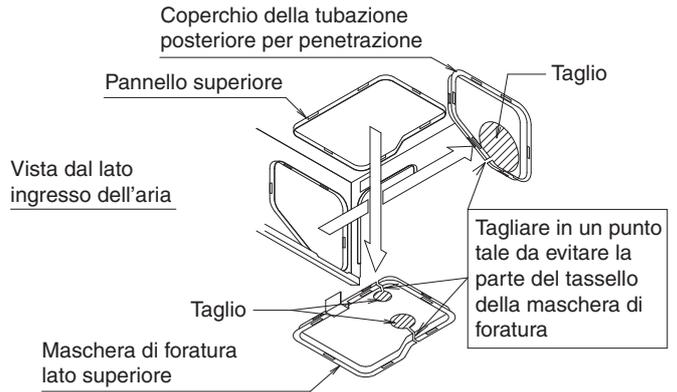
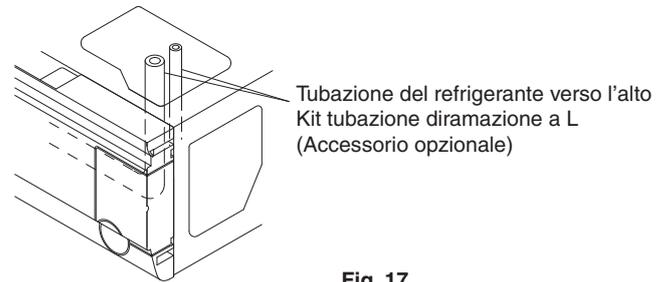
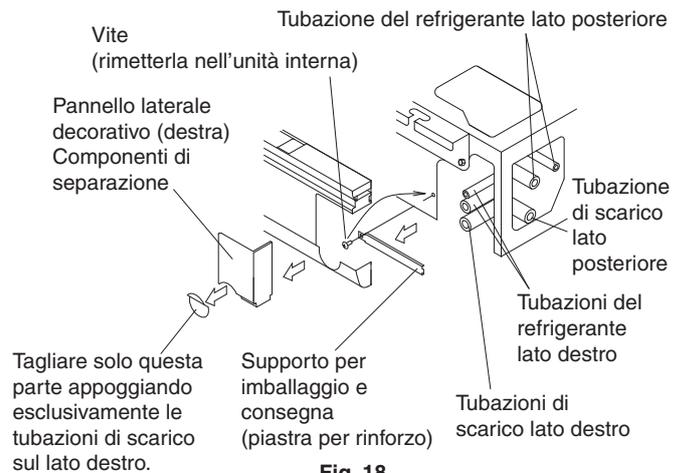
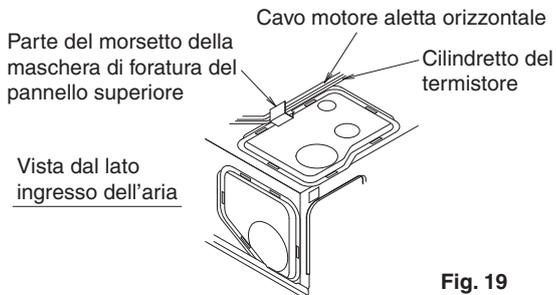

Fig. 16
Fig. 17
Fig. 18
Fig. 19
- Rimuovere il sostegno per l'imballaggio e la consegna (asse di rinforzo) prima di eseguire la posa in opera delle tubazioni del refrigerante. **(Fare riferimento alla Fig. 18)**
(Fare riferimento alla Fig. 16 e alla Fig. 18)
(Fare riferimento alla Fig. 16 e alla Fig. 17)
(3) Per le tubazioni della superficie sul lato destro
- Rimuovere il supporto per l'imballaggio e la consegna (asse di rinforzo) sulla superficie destra e riposizionare la vite nel punto originale dell'unità. **(Fare riferimento alla Fig. 18)**
- Praticare il foro pretranciato sul pannello laterale decorativo (destra) e collegare le tubazioni. **(Fare riferimento alla Fig. 18)**
Inoltre, per la maschera di foratura del pannello superiore, rimossa precedentemente, posizionare il motore delle pale oscillanti e il cilindretto del termistore mediante il morsetto della maschera di foratura del pannello superiore e fissare. **(Fare riferimento alla Fig. 16 e alla Fig. 19)**
(1) Mettere in opera la tubazione di drenaggio.
- Le tubazioni di scarico possono essere collegate in base alle seguenti direzioni: Per il lato posteriore destro/destro, vedere la Fig. 18 del paragrafo "6. POSA IN OPERA DELLE TUBAZIONI DEL REFRIGERANTE", mentre, per il lato posteriore sinistro/sinistro, vedere la Fig. 21.